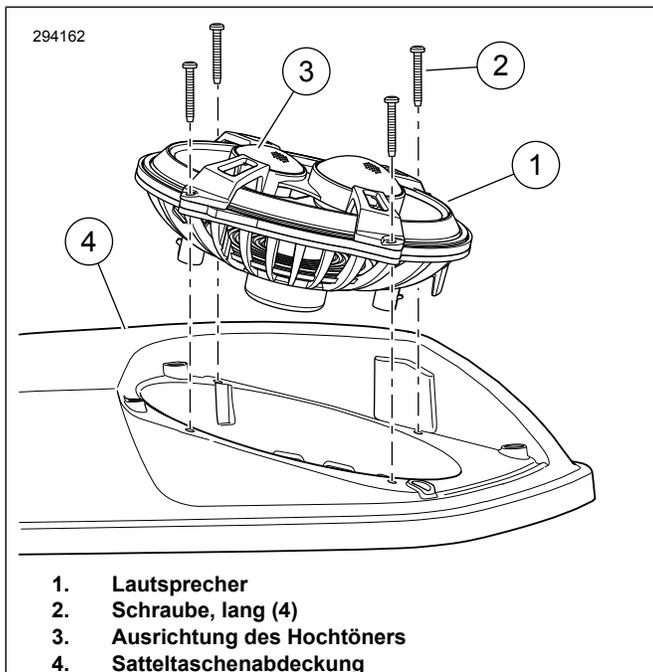

Abbildung 1. Ausrichtung des Lautsprechers
2. Siehe Abbildung 1 >. Den kleineren Hochtonlautsprecher (3) im hinteren Teil der Satteltasche wie dargestellt einbauen.
- Den Lautsprecher (1) mit den vier langen Schrauben (2) befestigen. Die Schrauben abwechselnd anziehen. Festziehen.